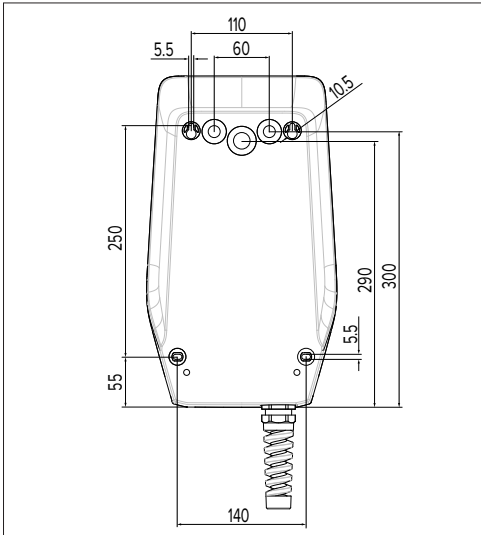

Fig.: 6. Dimensioni dei fori [mm]
In caso di un montaggio a parete, la posizione della linea di alimentazione deve essere prevista utilizzando la maschera per la foratura in dotazione o la figura "Fig.: 6. Dimensioni dei fori [mm]". I fori passacavo si trovano sui lati posteriore, inferiore e superiore.
- ▶ Tracciare i fori in base alla maschera per foratura fornita in dotazione o alla figura "Fig.: 6. Dimensioni dei fori [mm]". In questa fase assicurare l'allineamento orizzontale.